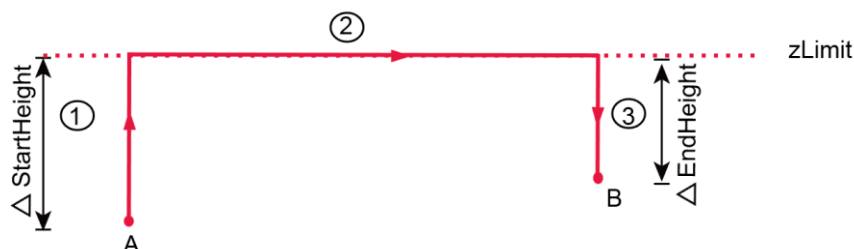

图 2.15 Jump 运动轨迹 1
- 如果A点高度+StartHeight或B点高度+EndHeight大于zLimit，则从A点抬升至zLimit或从zLimit下降至B点时，中间没有过渡阶段，其运动轨迹为简单的门型，即从A点直接抬升至zLimit或直接从zLimit下降至B点位置。以A点高度+StartHeight和B点高度+EndHeight均大于zLimit为例，其运动轨迹如图 2.15所示。